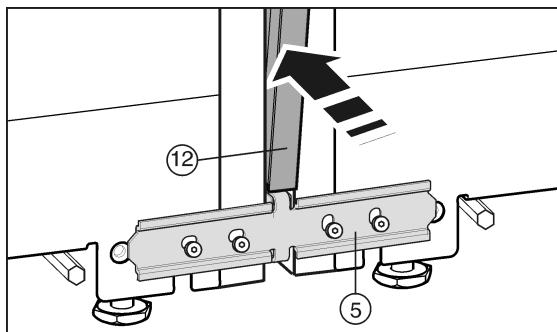

Fig. 26
Antes de colocar la tira tapajunta *Fig. 26 (12)*, presione los dos listones el uno contra el otro en toda su longitud. De esta forma resulta más fácil introducir la regleta en la ranura. Utilice un paño suave para aplicar presión en la regleta; de esta manera evitará la aparición de abolladuras en la superficie de la tira tapajunta. Introduzca la regleta en la ranura con cuidado y manténguela recta para lograr una unión óptima.
- En la parte delantera, presione la tira tapajunta *Fig. 26 (12)* larga hacia el interior de la ranura vertical. Procure que la regleta descance sobre la chapa de unión *Fig. 26 (5)*.